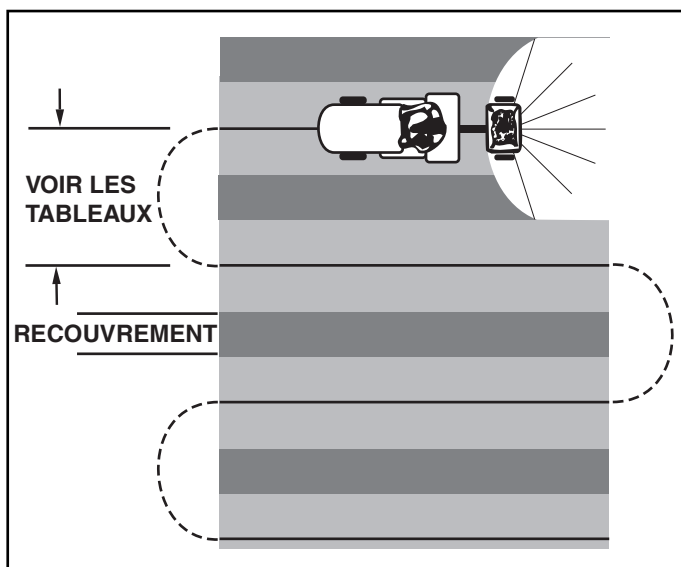

FIGURE 17
8. Pour assurer un épandage uniforme, effectuez chaque passe de sorte que sa couverture recouvre légèrement celle de la passe précédente, comme indiqué par la figure 17. Les largeurs approximatives de couverture pour différents produits sont indiquées dans le tableau d'application ci-contre.